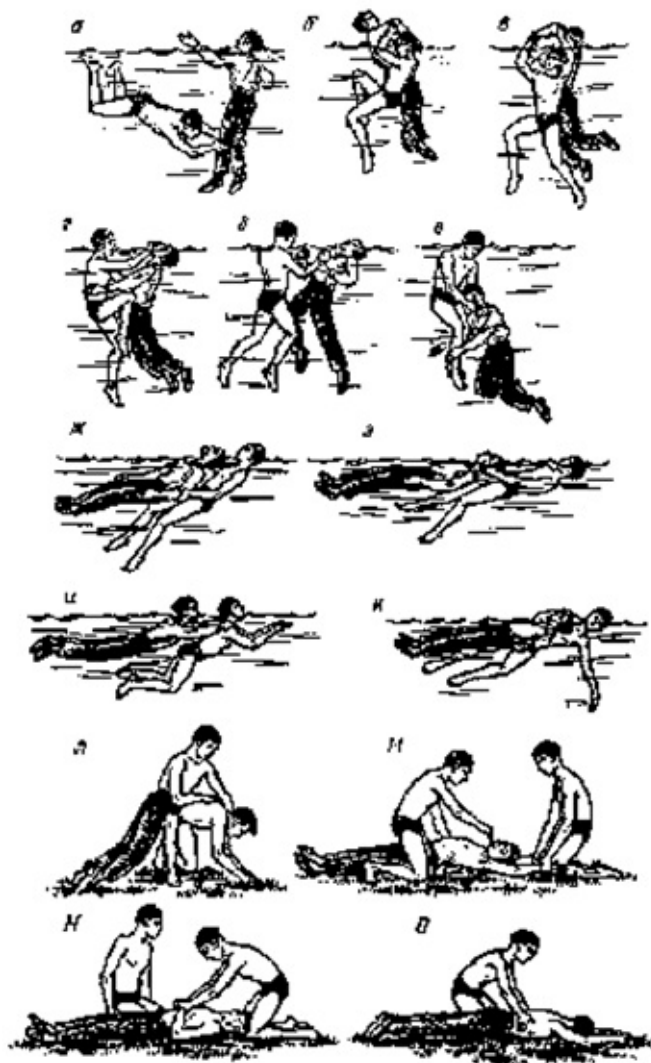

Рис. 55. Приемы спасания утопающего и оказания ему первой помощи
Заметив утопающего, надо сбросить одежду и обувь и прыгнуть в воду, вытянув руки вперед. Подплывать к утопающему следует незаметно, сзади. Захватив утопающего, его нужно буксировать к берегу или ближайшему плавающему предмету: бую, бревну, бочке и т. п. Если тонущий заметил подплывающего, надо нырнуть, работая ногами, как при плавании способом «брасс», и приблизиться к нему под водой. Затем ладонью правой руки следует толкнуть его левое колено, захватить его правую ногу (рис. 55, а) и, повернув тонущего к себе спиной, буксировать его к берегу.
Повернув руки, нужно подняться на поверхность (рис. 55, б).
Если утопающий захватит спасающего за шею сзади, то следует толкнуть ладонью левой руки его левую руку под локоть вверх и направо, а правой рукой ухватить за кисть его левой руки и, сгибая в локте, поворачивать ее за спину тонущего. Одновременно спасающему нужно опуститься вниз, высвободиться, а затем всплыть (рис. 55, в).
Если тонущий захватит спасающего за туловище, надо толкнуть его под подбородок рукой. При сильном сопротивлении можно зажать утопающему пальцами нос, закрыв ладонью рот, и, поддерживая рукой за поясницу (рис. 55, г), слегка толкнуть его коленом.
При захвате за кисти рук спасающий должен сжать руки в кулаки и резко повернуть их в сторону больших пальцев рук тонущего (рис. 55, д).
При захвате за ноги спасающий резко прижимает одной рукой голову тонущего к себе и книзу, а другой рукой поворачивает подбородок тонущего от себя (рис. 55, е).
При буксировании утопающего к берегу надо следить, чтобы при этом рот и нос тонущего не погружались в воду. Его надо обхватить ладонями, закрывая уши и не сжимая шеи (рис. 55, ж, з). Плыть к шлюпке или к берегу можно любым способом (рис. 55 и, к),
но ровно, спокойно. При сопротивлении спасаемого надо просунуть спереди правую (левую) руку под его правую (левую) руку, захватить за спиной его другую руку и плотно прижать к себе. Плывая на левом боку, надо грести левой рукой, на правом – правой рукой (рис. 55, к).
3. Чтобы удалить воду из желудка и легких, надо положить пострадавшего на свое колено, поддерживая левой рукой его лоб, а правой рукой поднимать его и слегка ударять по спине по направлению к голове (рис. 55, л).
5. Надо стремиться вызвать чихание, для этого давать нюхать нашатырный спирт, уксус, щекотать в ноздрях и глотке пером, щеточкой, травкой или кончиком свернутого носового платка (рис. 55, м).
Первый способ (рис. 55, н). Подложить валик или туго свернутую одежду под спину пострадавшего, повернуть его голову набок, открыть рот, вставить роторасширитель и вытащить язык. Захватить пострадавшего за запястья, плавно, с силой тянуть их на себя, вверх и за его голову. Продержав их в вытянутом состоянии 1 – 2 с, сгибать в локтях, медленно и без толчков, с силой прижимая к грудной клетке для выдоха. Эти движения повторять с темпом 14 – 15 раз в минуту. Искусственное дыхание этим способом лучше выполнять вдвоем.
Второй способ (рис. 55, о). Положить пострадавшего лицом вниз, повернуть его голову в сторону и вытянуть руки вперед. Стать сбоку на колени лицом к его голове и попеременно сильно сдавливать ладонями нижнюю часть грудной клетки с темпом 16 – 18 раз в минуту.